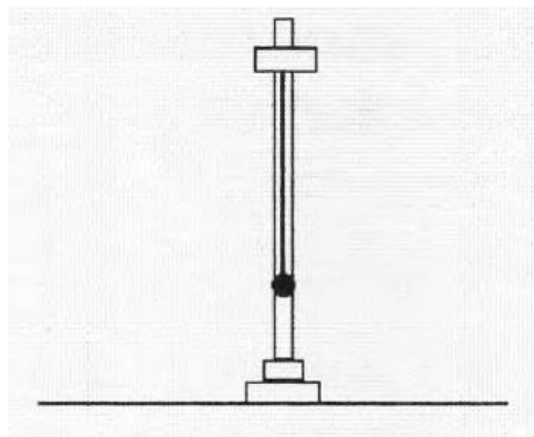

Figura 8.0 Diagrama de acomodo de la práctica
1.- Coloque el material como se muestra en la figura 8.0, asegurando la esfera con el hilo cáñamo de 40 cm.